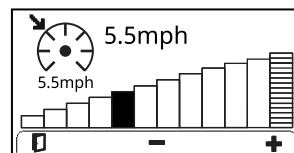

Figura 29
- **Pantalla de control de crucero (Figura 29):** Aparece cuando el control de crucero está activado (mientras no se está dentro de una pantalla de menú individual), o cuando se pulsa el botón con el control de crucero activado.